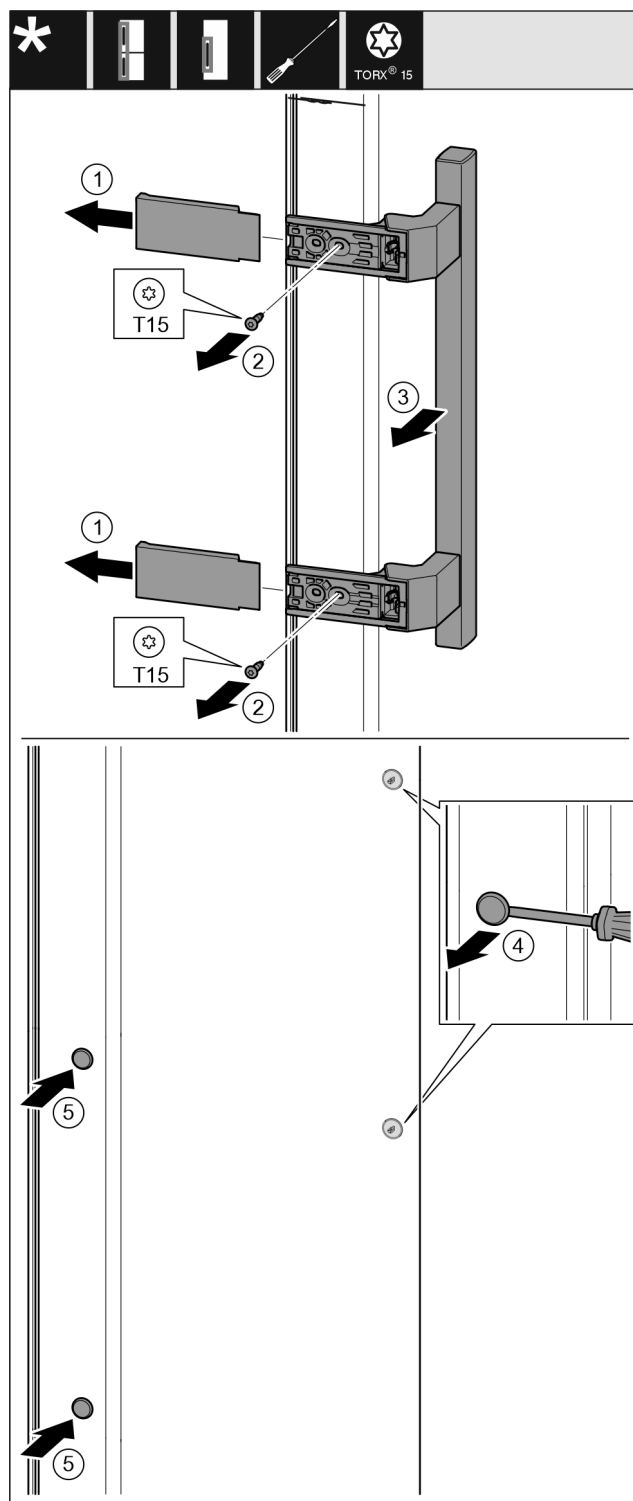

Fig. 18
- Trek de afdekking eraf. Fig. 18 (1)
- Draai de schroeven los met een Torx 15-schroevendraaier. Fig. 18 (2)
- Verwijder de handgreep. Fig. 18 (3)
- Til de zijplug voorzichtig op met een platte schroevendraaier en trek hem eruit. Fig. 18 (4)
- Plaats de stekker terug aan de andere kant. Fig. 18 (5)